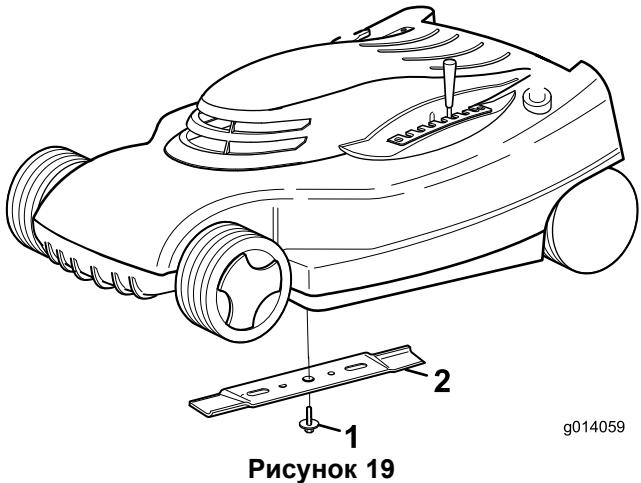

Рисунок 19
- Возьмитесь за конец ножа (Рисунок 19) рукой в перчатке на толстой подкладке или через слой ветоши.